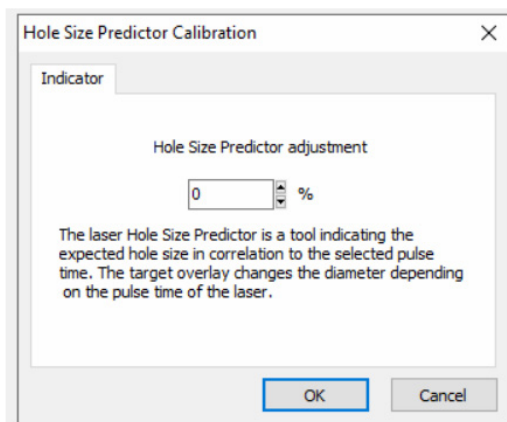

Fig. 14: Calibrazione dell'indicatore grandezza foro nella pagina Video
Il diametro dell'indicatore grandezza foro può essere calibrato in un intervallo compreso fra -70% e +200% a passi di 5% relativamente al valore attuale (Fig. 14).
12. Selezionare Video - Overlay – Calibrare l'indicatore grandezza foro dal menu e regolare la dimensione del foro indicato cliccando sulle frecce sul lato destro, fino a quando coincide con il diametro attuale del foro praticato (Fig. 14).